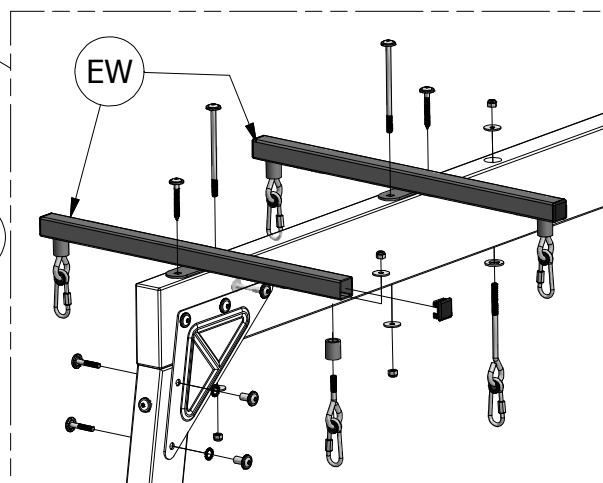

FIG. 3
SETZEN SIE DEN SCHAUKEL AUFHÄNGUNG SCHNELLVERBINDUNG UND DIE SICHERUNGSSCHEIBE IN DIE LÖCHER IN DER KANTE DES SB74 SCHAUKELBALKEN EIN. SICHERN SIE DIE AUFHÄNGUNG MIT HILFE VON UNTERLEGSCHEBEN UND 5/16" SICHERUNGSMUTTERN AND DEN SB74 SCHAUKELBALKEN (FIG.3).
BEFESTIGEN SIE DIE EW GLIDER STÜTZE MIT DEN (2) 2-1/2" ZUGSCHRAUBEN, 5-3/4" BOLZEN, UNTERLEGSCHEBEN UND 5/16" SICHERUNGSMUTTERN AND DEN SB74 SCHAUKELBALKEN WIE ABGEBILDET. (FIG.3).